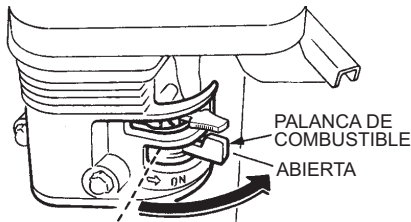

Figura 8. Palanca de la válvula de combustible del motor (posición ABIERTA)
1. Coloque la palanca de la válvula de combustible del motor (vea la Figura 8) en la posición **ABIERTA**.